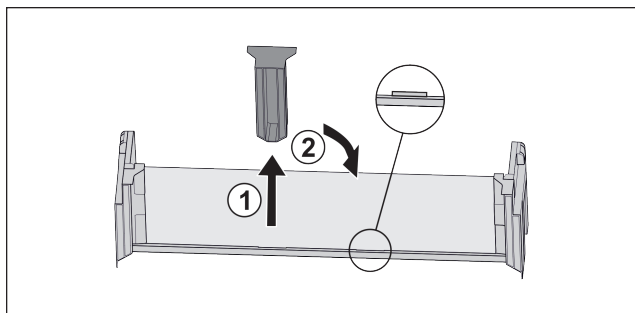

Fig. 17
- Estrarre l'elemento di supporto centrale Fig. 17 (1).
- Inserire l'elemento di supporto centrale sulla seconda posizione Fig. 17 (2).